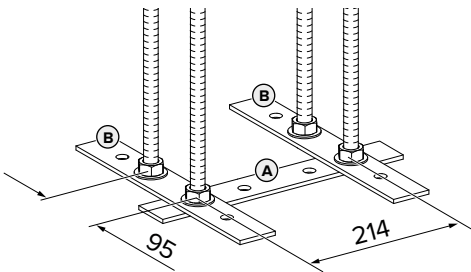

Abb. 1: Abmessungen [mm]
- ▶ Gewindestangen unter Beachtung der Abmessungen in der Abb. 1 in die Flachstäbe stecken. Darauf achten, dass der Flachstahl (A) und die Flachstäbe (B) im rechten Winkel (90°) angeordnet sind.